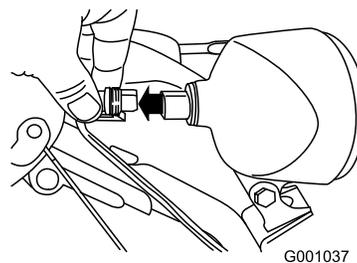

Рисунок 50
- Снимите соединитель с тыльной части фары (Рисунок 50).